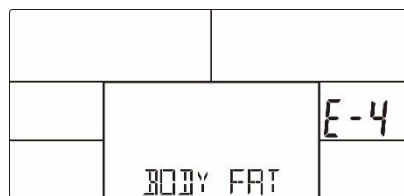

Bild 26
*Om skärmen visar meddelandet E-4 betyder det att fettprocenten är under 5 % eller över 50 % och att BMI-resultatet är under 5 eller över 50 (bild 26).